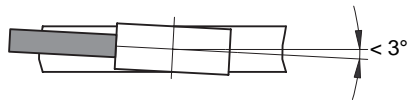

Abb. 6: Definition der Zählrichtung / Montage
- **Auf richtige Ausrichtung bezüglich der Zählrichtung achten** (s. Abb. 6). Dies ist unerheblich falls sich die Zählrichtung in der elektronischen Auswertung umkehren läßt. (wie z.B. bei den Magnetbandanzeigen von **SIKO**)
- Abstandsmaße zwischen Sensor und Magnetband sowie Winkeltoleranzen beachten, diese müssen über die gesamte Messstrecke eingehalten werden! (s. Abb. 6)